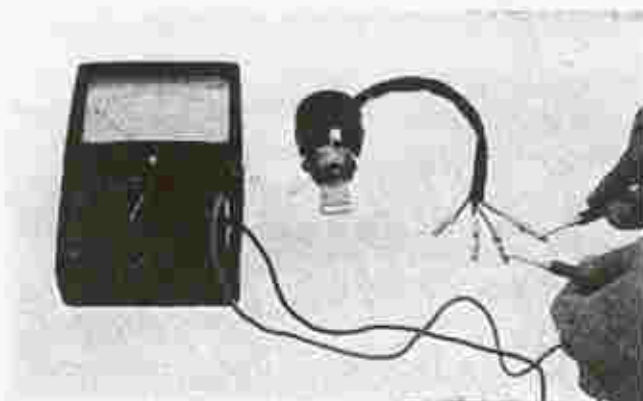

Fig. 115 Geleidingstest van hoofdschakelaar (kontakt schakelaar)
1) Kontakt-schakelaar (Fig. 115)